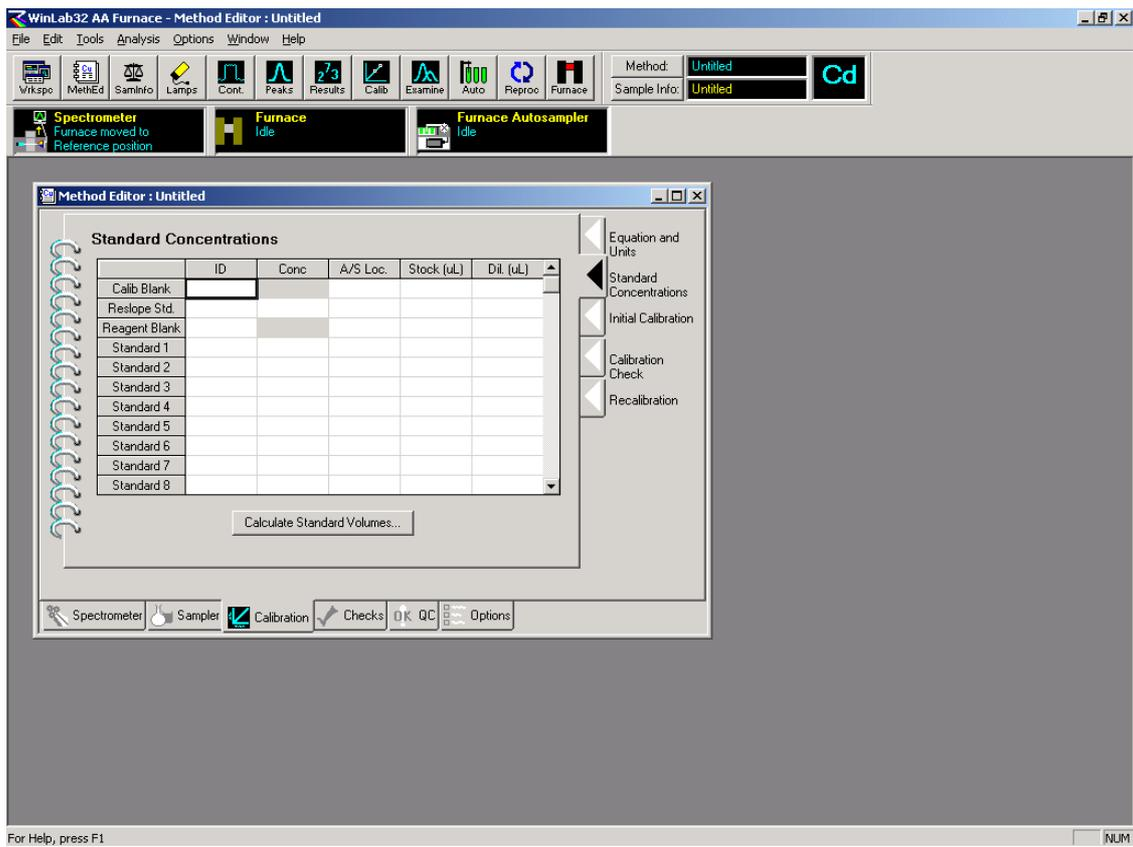
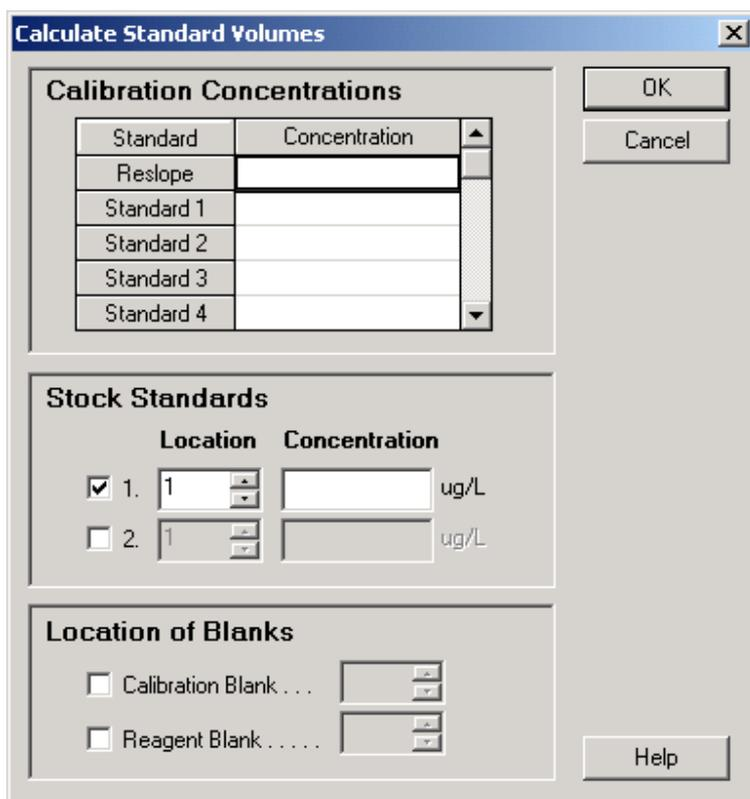

图 32. 标准浓度输入页面
图 33. 石墨炉自动进样器自动配制系列标准对话框
2.2.8 此后即可进入到标准溶液浓度输入画面, 如下图 32:
2.2.9 如果所使用的系列标准溶液都是由操作人员自己配制的, 可以逐个输入标准名称, 浓度, 自动进样器位置, 标准溶液体积, 稀释剂体积等. 如果采用由一个浓的标准溶液仪器自动稀释成一个系列标准的方式测量时, 可点击图 32 中间的"Calculate Standard Volumes", 此时屏幕上出来对话框如下图 33:
2.4.1 点击上图中“Align Tip”按钮，屏幕上就会出现对话框如下图 33：